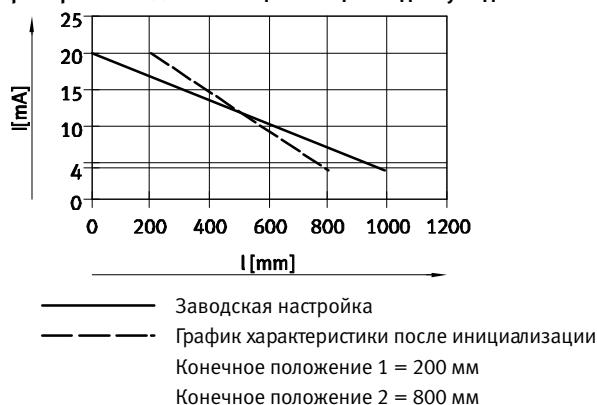

Fig. 13 Сдвиг кривой характеристики (пример)
- 2) Взаимосвязь между позицией и аналоговым значением зависит от инициализации (→ Fig. 13)